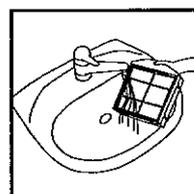

Fig. 32
- Rincez le filtre ainsi que le tamis du préfiltre permanent jusqu'à ce qu'il n'y ait plus la moindre trace de détergent (fig. 32).